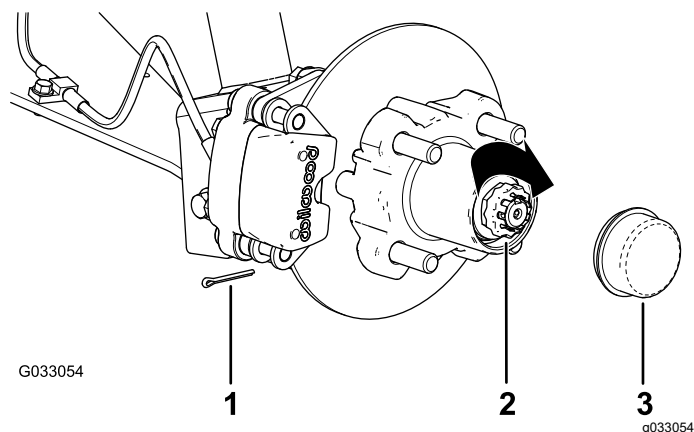

Figura 28
8. Instale o retentor por cima da porca e verifique o alinhamento da ranhura no retentor e o orifício no eixo para o contrapino (Figura 28).
9. Coloque o contrapino e dobre as pernas em torno do retentor (**Figura 28**).
10. Coloque o tampão antipoeira no cubo (**Figura 28**).